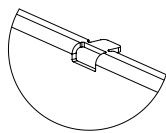

Bild 1
2. Das Profil besteht aus einer Stange (ohne Trennung/Stoss), welche beidseitig mit Abschlussdeckeln geschlossen ist. Vor der Montage muss die Entwässerungsbohrung angebracht werden (1 × pro Stange, $d = 8 \text{ mm}$). Am Entwässerungsschuh kann mit einer Zange die mechanische Sicherung abgedreht werden (Bild 1). Abschliessend wird die Entwässerungslösung angebracht, mit einem PVC-Schlauch verbunden und mit einer Schlauchbride gesichert.